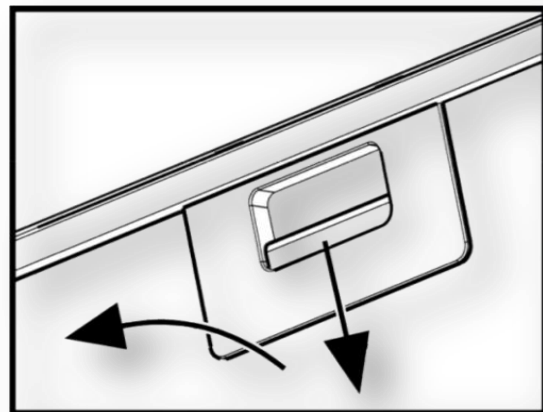

Рис.7
8.7 Для зняття алюмінієвого фільтра (рис.7) слід натиснути на пружинну засувку і, потягнувши на себе і вниз, зняти фільтр з панелі. Встановлення фільтра виконати в зворотному порядку.